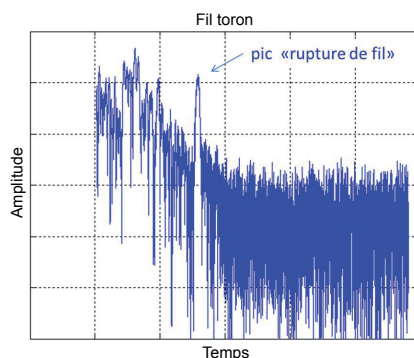

Figure 1 : pic significatif d'une rupture de fil
- Fil probablement rompu : le fil cassé présente un signal fort (figure 1) ;